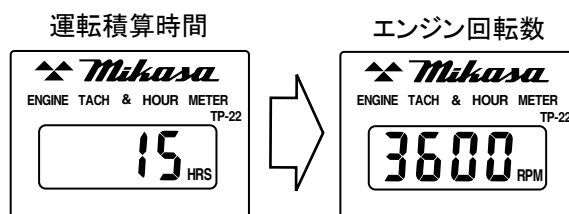

図 14
6. エンジンが動いていない時はアワータコメーターは「運転積算時間」を表示しています。エンジンが始動すると「エンジン回転数」の表示に変わります。(図14)